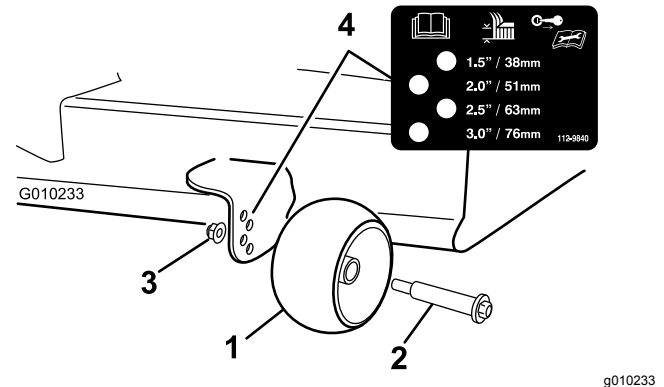

Figura 23
3. Ajuste los rodillos protectores del césped según se muestra en Figura 23 a la posición de altura de corte más próxima.